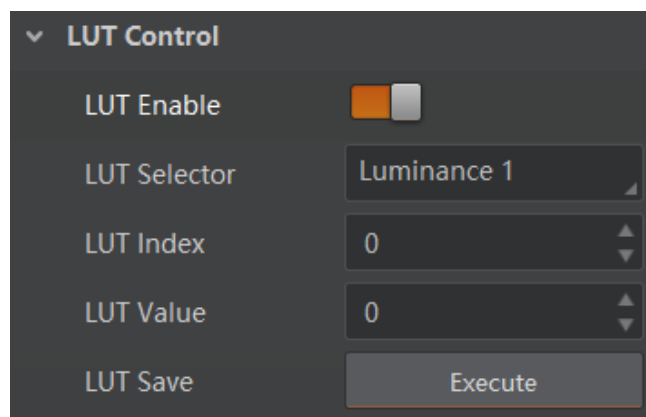

图11-8 LUT 设置
1. 在 *LUT Control* 属性下，启用 *LUT Enable* 参数，使能 LUT 用户查找表功能，如图 11-8 所示。